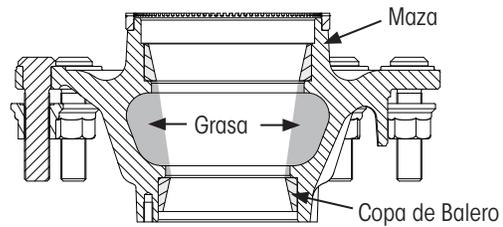

Figura 11: Engrase la cavidad interna de la maza
- Engrase la cámara interna de la maza, círculo completo (Figura 11), con grasa ligeramente por encima del nivel de la copa del balero.
1. **Cuidadosamente deslice** la maza prelubricada (engrasada, Figura 11 en página 12) en la espiga, cuidando de no dañar el sello.